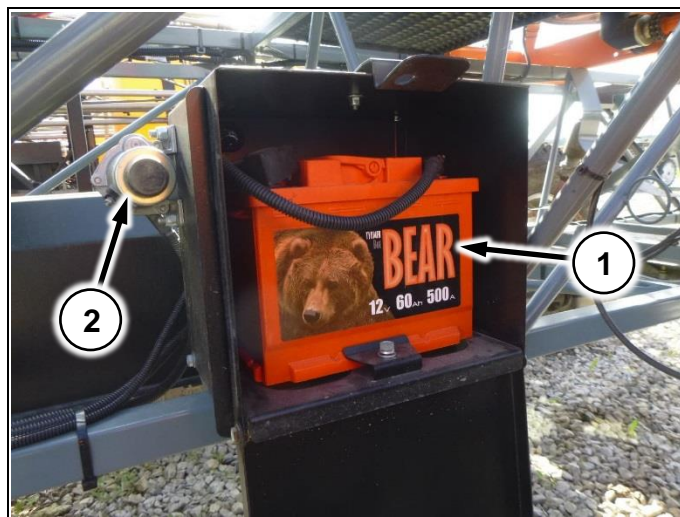

Рис. 13
- Аккумулятор установлен в ящике с правой стороны машины (Рис. 13/1).
- (Рис. 13/2) – выключатель массы